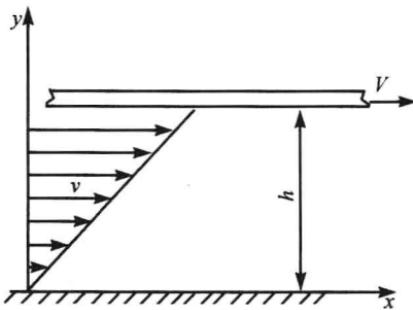

图 1-2
**【题 2】** (华南理工大学 2006 年) 一无限大平板在另一固定平面上作如图 1-2 所示的平行运动,  $v = 0.3 \text{ m/s}$ , 间隙高